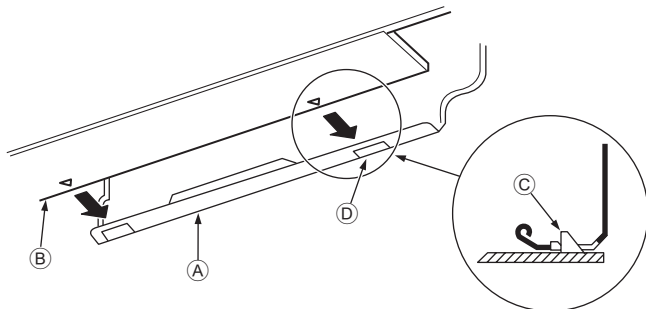

Fig. 3-10
3. Lors de l'insertion du tuyau de réfrigérant et le tuyau d'écoulement dans l'orifice mural d'insertion (manchette de pénétration), accrocher la partie supérieure de l'appareil intérieur sur la planche d'installation ①.
5. Fixer en poussant la partie inférieure de l'appareil intérieur sur la planche d'installation ①. (Fig. 3-10)
- \* Vérifier que les boutons en bas de l'appareil intérieur sont correctement maintenus sur la planche d'installation ①.
- Ⓢ Planche d'installation ①